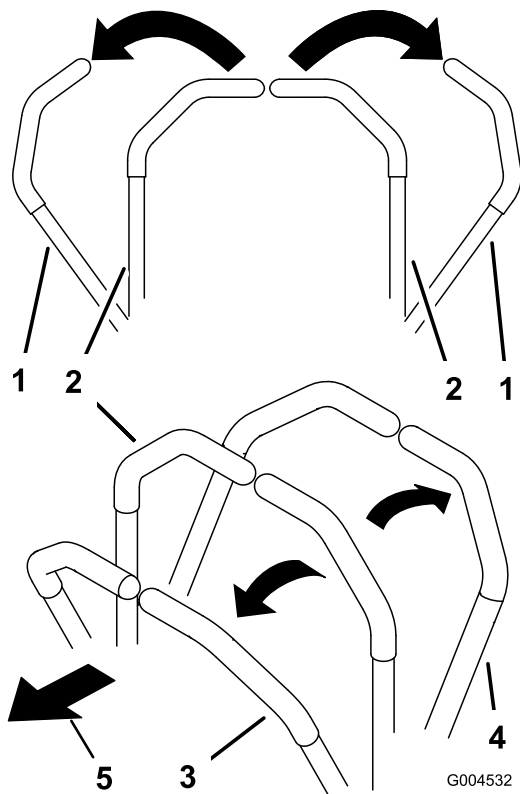

Рисунок 19
1. Переведите рукоятки управления в нейтральное фиксированное положение (Рисунок 19).